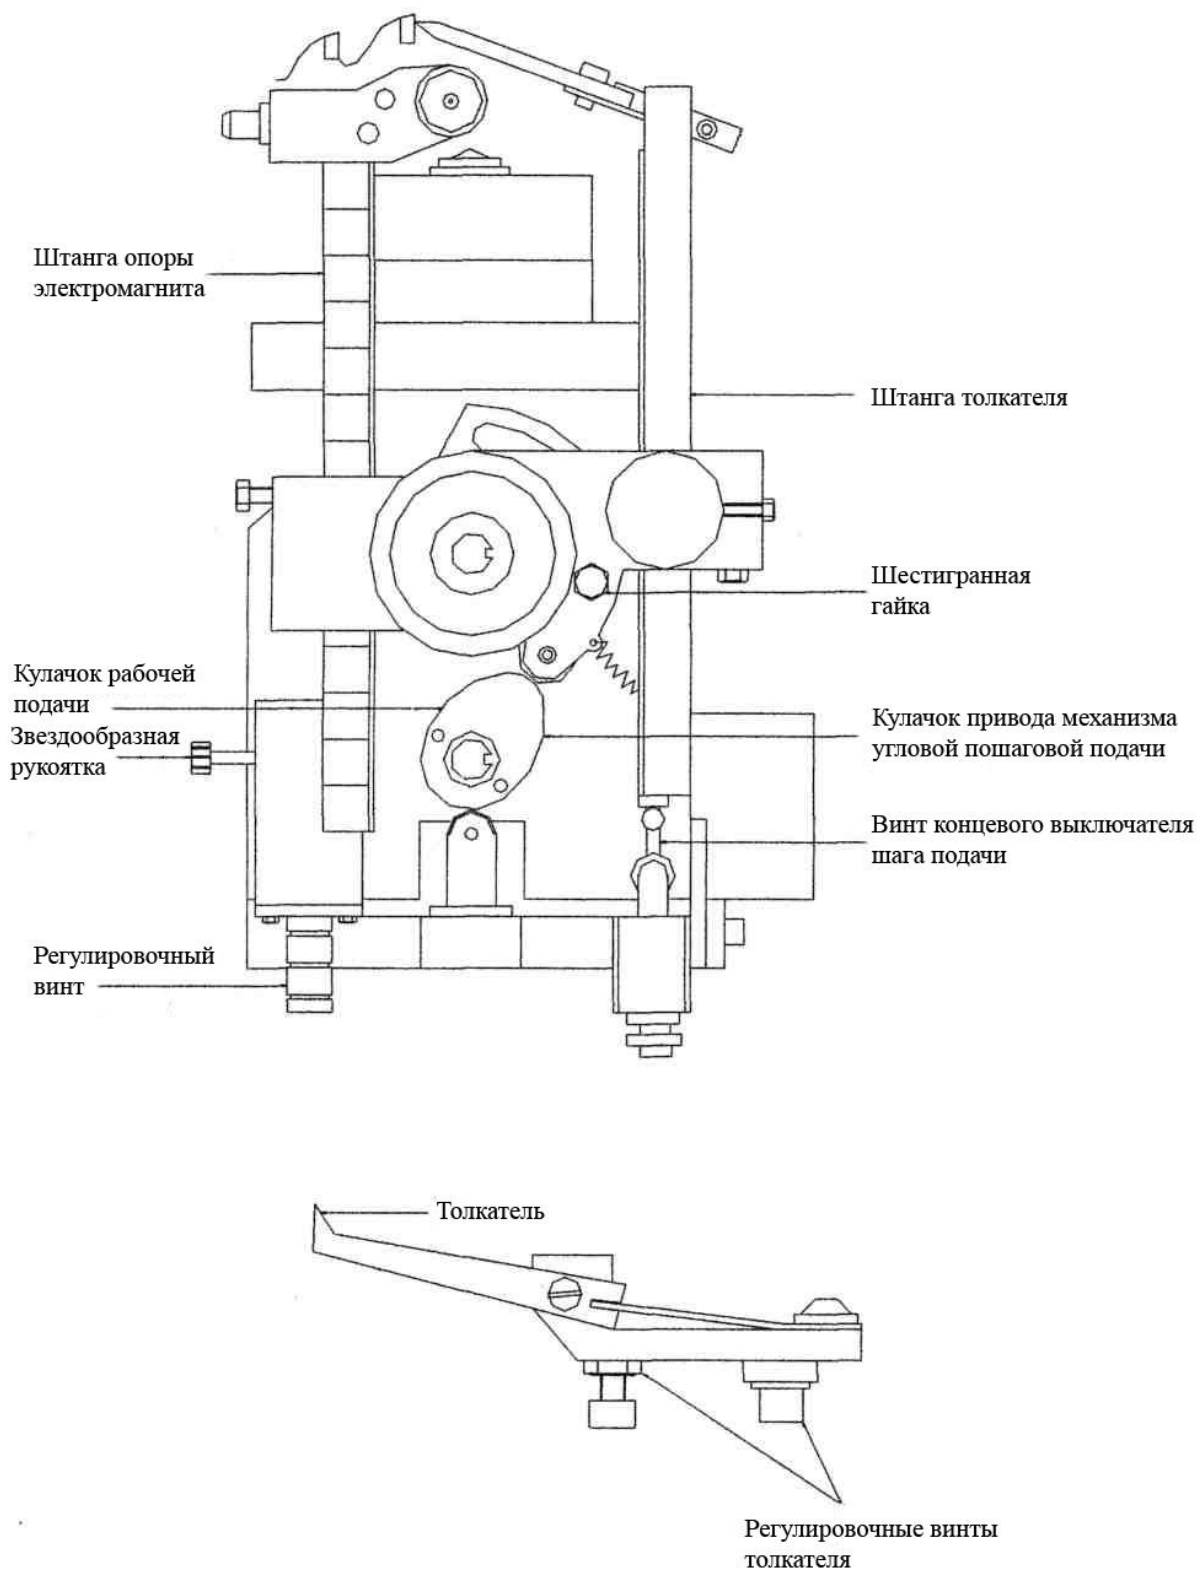

Рис. 1
4.1.1 Схема общего вида станка представлена на Рис. 1